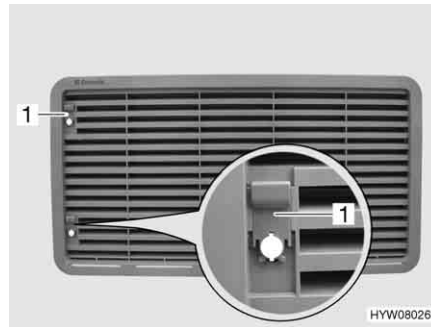

Bild 190 Kühlschrank-Lüftungsgitter
- Schieber (Bild 190,1) nach oben schieben.